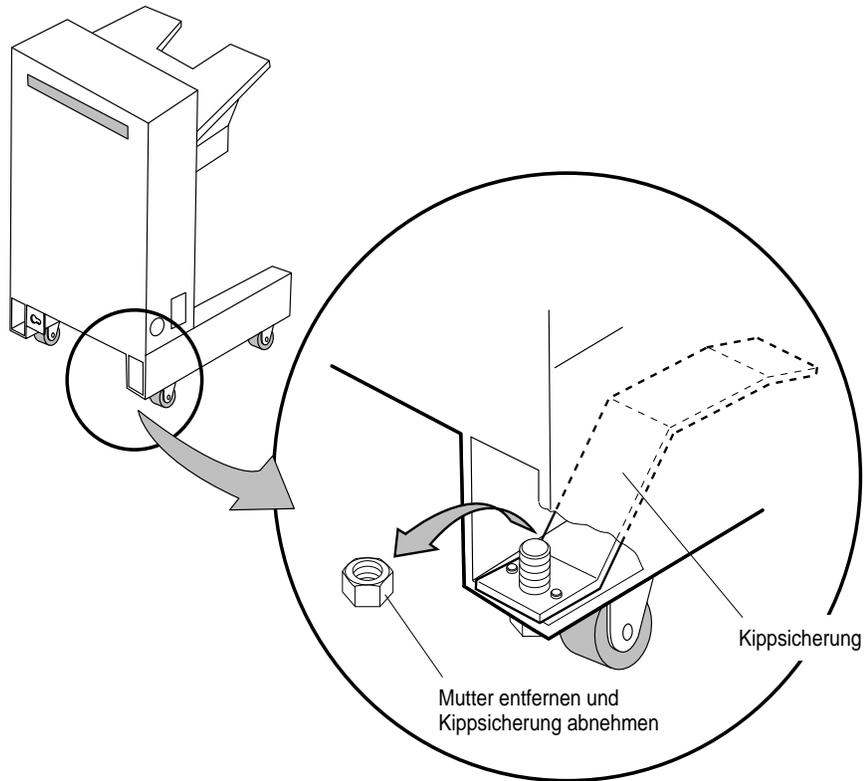

Abbildung 4-20 Kippsicherung
5. Lösen Sie die Mutter der Kippsicherung am hinteren Fuß der HLA-Einheit. Siehe Abbildung 4-20.